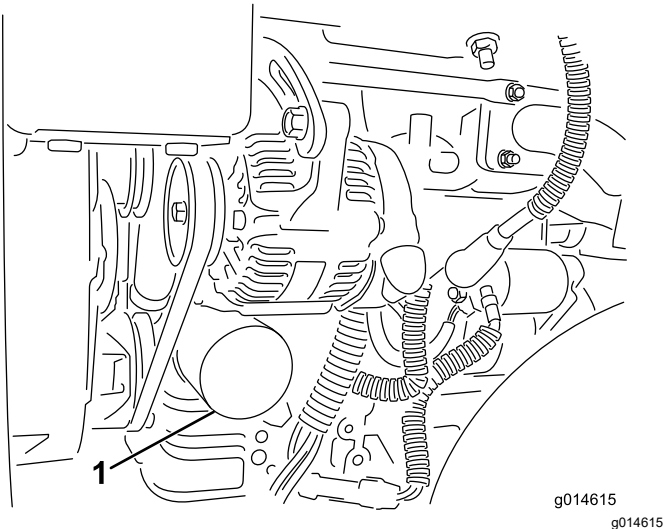

Figura 30
2. Demontai filtrul de ulei (Figura 30). Aplicai un strat subire de ulei curat pe garnitura filtrului nou.